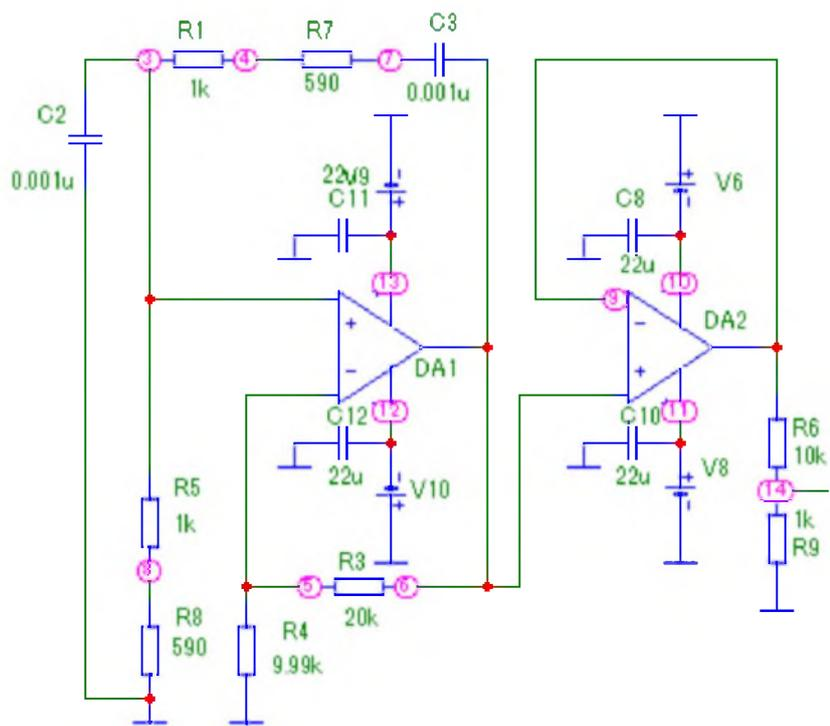

Рис.5
-рис.5.
-рис.5
10. При исследовании схемы, изображенной на рис.5, возможны следующие результаты моделирования: